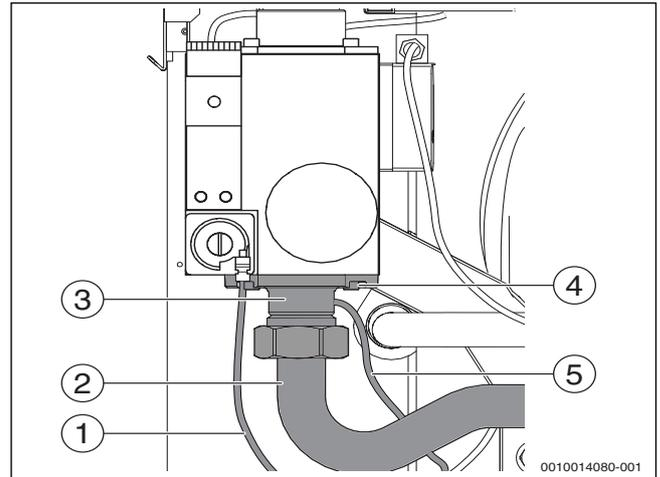

Bild 25 Gasblende ausbauen
- ▶ Messleitungen für Kompensation [1] und Gas-Ausgangsdruck [5] auf korrekten Sitz prüfen (→ Bild 25 und 17.4.3, Seite 60).